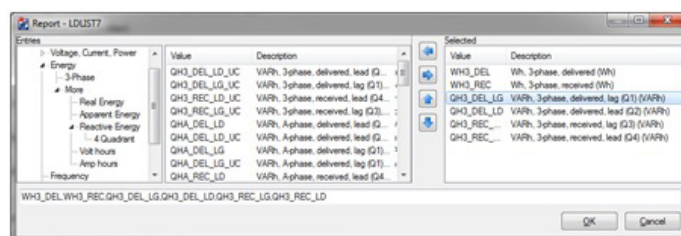

Figura 4. Energías reactivas por cuadrante
- b. Ahora, en Analog Quantities > Energy > More > Reactive Energy > 4 Quadrant, seleccionar las cantidades que se muestran en la Figura 4 y pasarlas al campo Selected.
- c. Ordenar las cantidades según se muestra en la Figura 4 y presionar OK para terminar.